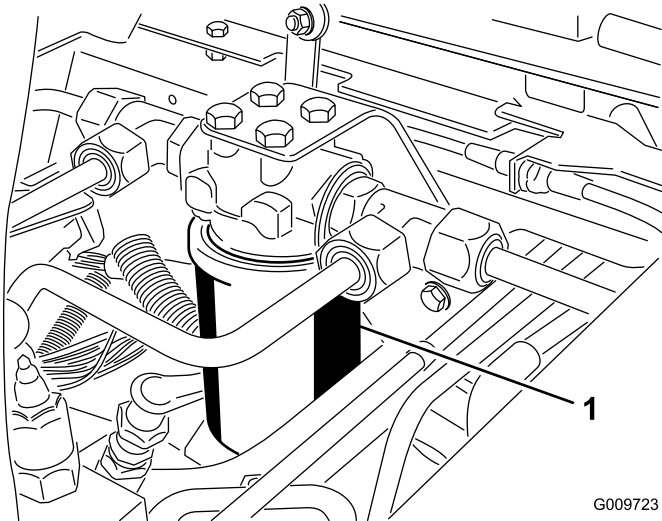
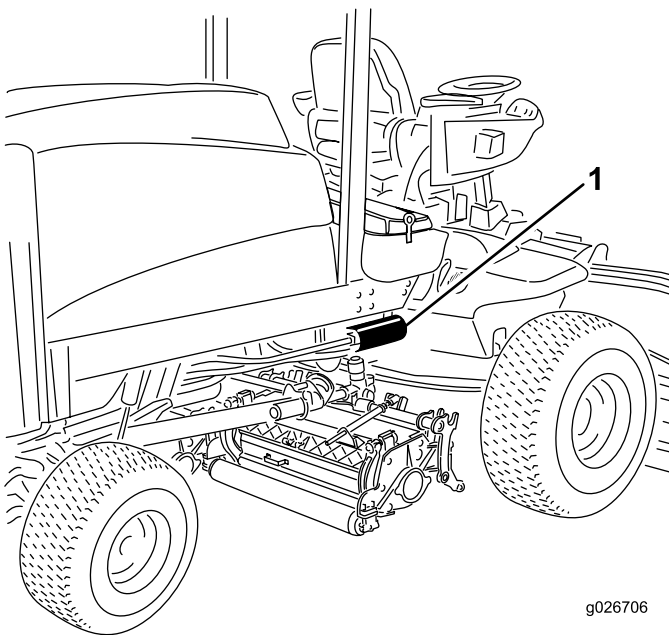

Figura 74
Figura 75
2. Limpie la zona de montaje del filtro. Coloque un recipiente debajo del filtro y retire el filtro (Figura 74 y Figura 75).